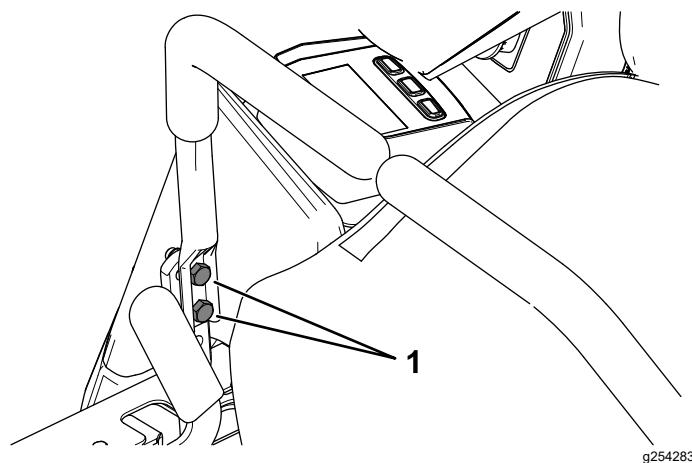

Figure 52
- 12. Resserrez les 2 boulons de fixation du levier de commande de déplacement (Figure 52).
10. Si l'alignement doit être corrigé d'un côté, desserrez les 2 boulons de fixation du levier de commande de déplacement du côté concerné (Figure 52).